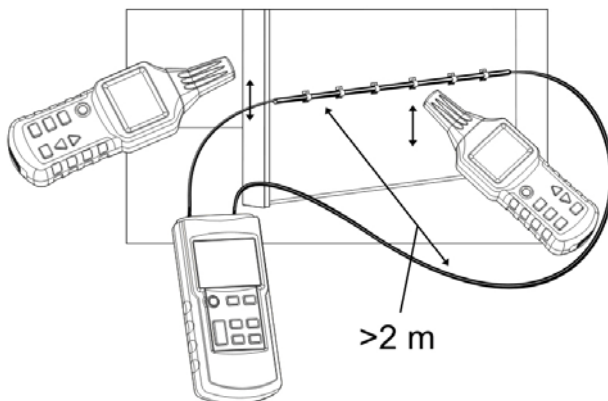

Fig.21
- Branchez l'émetteur de la manière illustrée par la Fig. 21 ;